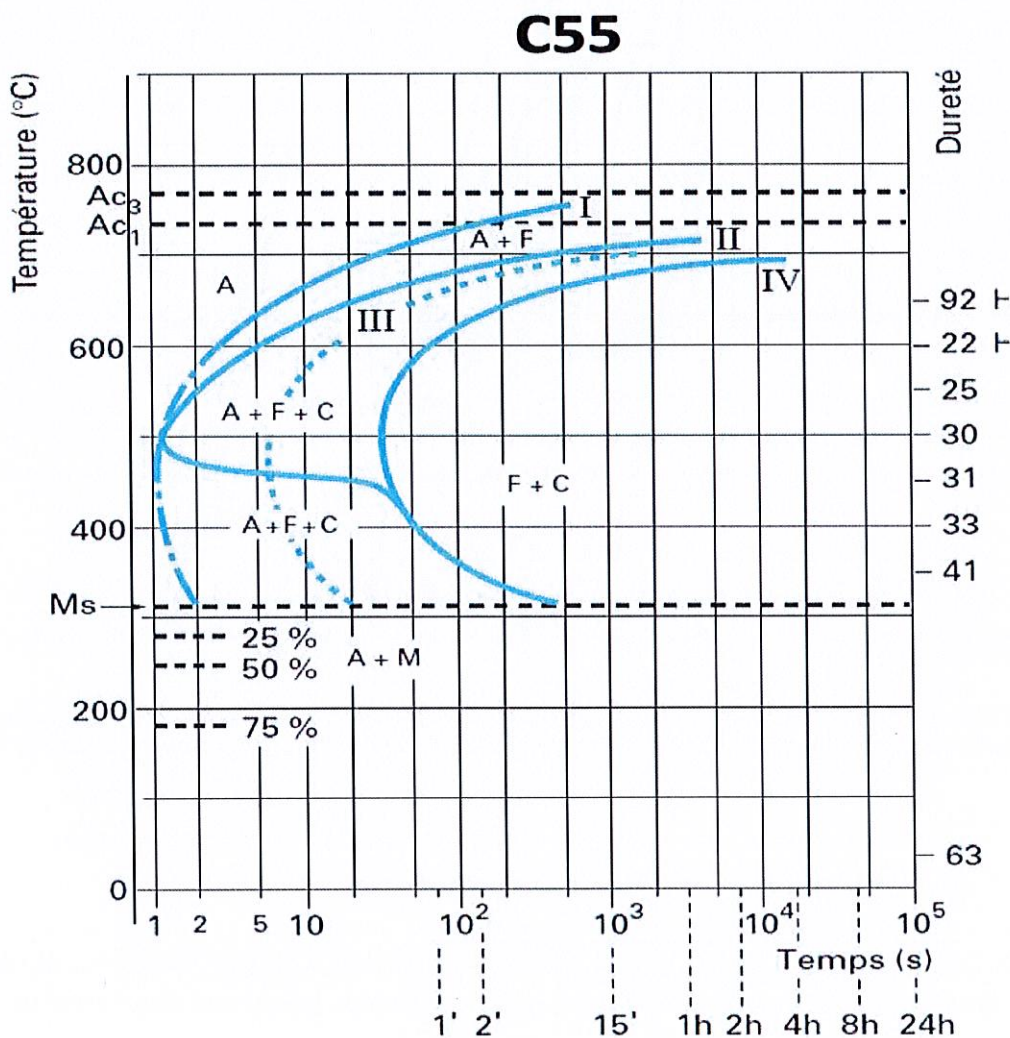

Figure 1: TTT de l'acier C55
- Identifier les différents domaines du TTT représenté sur la Figure 1.